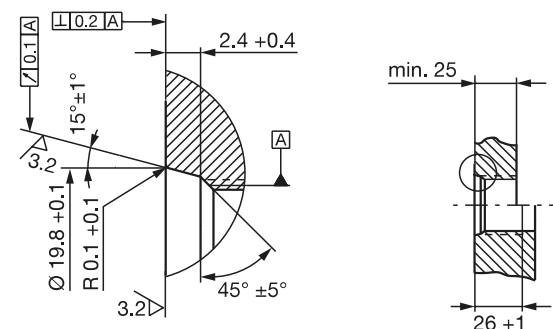
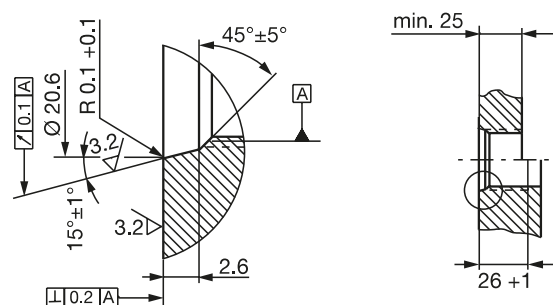

Fig. 4-3 : Trou de vissage M18x1.5 selon ISO 6149, joint torique 15.4x2.1
Fig. 4-4 : Trou de vissage 3/4"-16UNF selon SAE J475, joint torique 15,3x2,4
- ▶ Préparer le trou de fixation avec filetage (lamage pour joint torique, le cas échéant) selon la Fig. 4-3 ou Fig. 4-4.